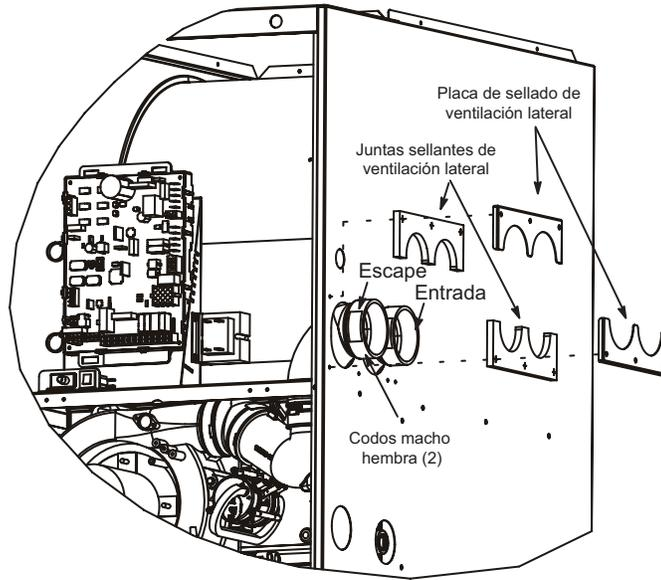

FIGURA 22
La unidad EL297DFV se envía con la conexión de escape de ventilación / toma de aire en la tapa superior. Ver "FIGURA 19". Usando las partes suministradas, el calefactor se puede modificar en el sitio para tener estas conexiones al lado derecho del gabinete del calefactor. Vea la "FIGURA 22" y siga los pasos a continuación. Para la ventilación de lado izquierdo, ordenar el kit 87W73.
- 11 - Desprenda la cubierta protectora posterior de las juntas de sellado de la ventilación lateral (2) y aplíquelas a las placas de sellado de la ventilación lateral (2) como se muestra en la "FIGURA 22".
- 12 -Instale las placas y juntas de sellado de la ventilación lateral en el exterior del gabinete como se muestra en la "FIGURA 22". Sujételas con seis tornillos de montaje (cuatro reutilizados y dos de la bolsa). Los agujeros están pretaladrados en las partes y el gabinete, así que no hay que taladrar.